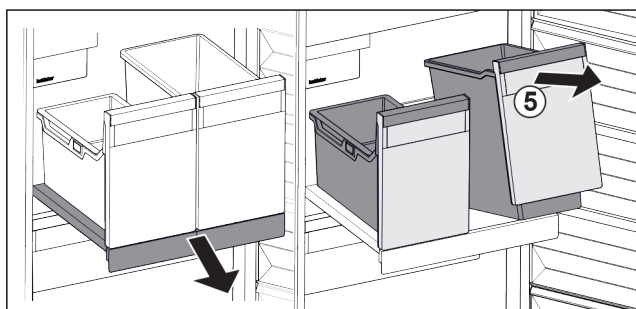

Fig. 117
- ▶ Emelje meg a tároló Fig. 117 (5) elejét.